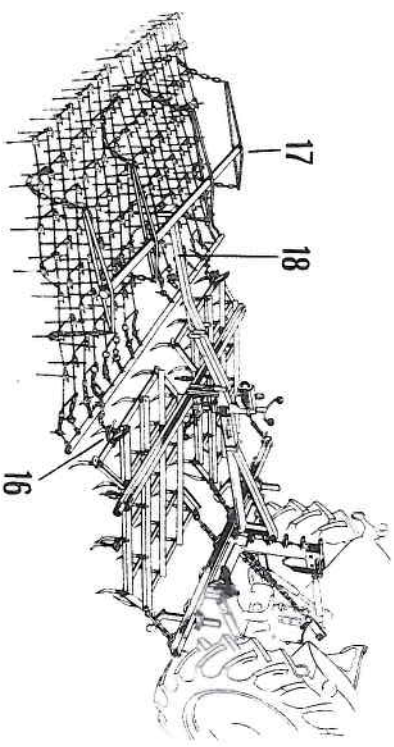

Abb. 43 Kombination Egge + Netzegge
Netzegen-Tragrahmen (17) mit den langen Armen nach hinten auf die Auslegerverlängerung (18) aufstecken. Netzegge ausbreiten und anhängen wie Abb. 43.